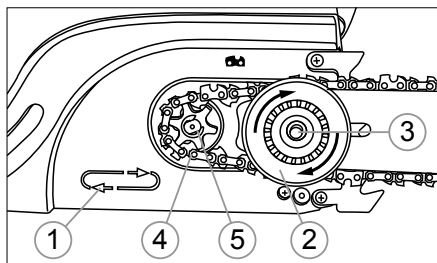

Рис. 6
4. Убедитесь, что направление звеньев пильной цепи совпадает с маркировкой на корпусе пилы (рис. 6). Установите механизм натяжителя вместе с шиной 2 (рис. 6) на крепежный болт 3 (рис. 6) и цепь 4 (рис. 6) на звездочку 5 (рис. 6).
5. Прижмите шину рукой к креплению на корпусе, слегка натяните цепь, вращая механизм натяжителя 2 (рис. 6) по часовой стрелке.